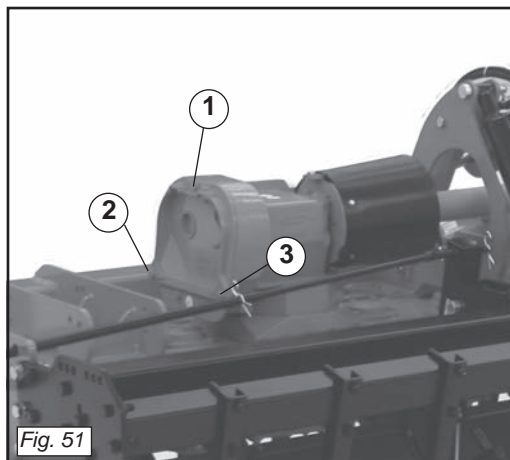

Fig. 51
- 1) Togliere il coperchio posteriore della scatola cambio svitando le viti che lo fissano.(1-2-3 Fig.51)
- 1) Unscrew its bolts and remove the rear cover of the gearbox.(1-2-3 Fig.51)
- 1) Enlever le couvercle arrière de la boîte de vitesse en dévissant les vis de serrage.(1-2-3 Fig.51)
- 1) Den hinteren Deckel vom Getriebegehäuse durch Losschrauben der Spannschrauben abnehmen.(1-2-3 Fig.51)
- 1) Quitar la tapa trasera de la caja del cambio, aflojando los tornillos de cierre.(1-2-3 Fig.51)